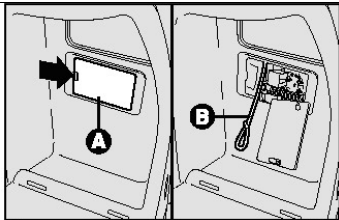

рис. 26
- оторвать дверцу **A** – рис. 26 доступа к блоку предохранителей расположенного правой стороны багажника нажав на точку, указанную стрелкой;